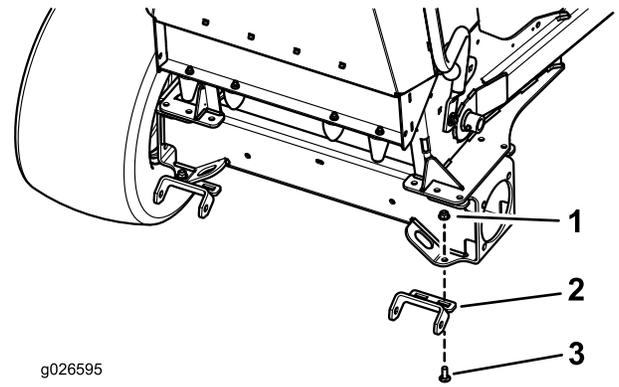

Figure 2
- Fixez les pattes de montage sur la machine au moyen de 2 boulons de carrosserie (3/8 x 1 po) et de 2 écrous à embase (3/8 po) (Figure 2).